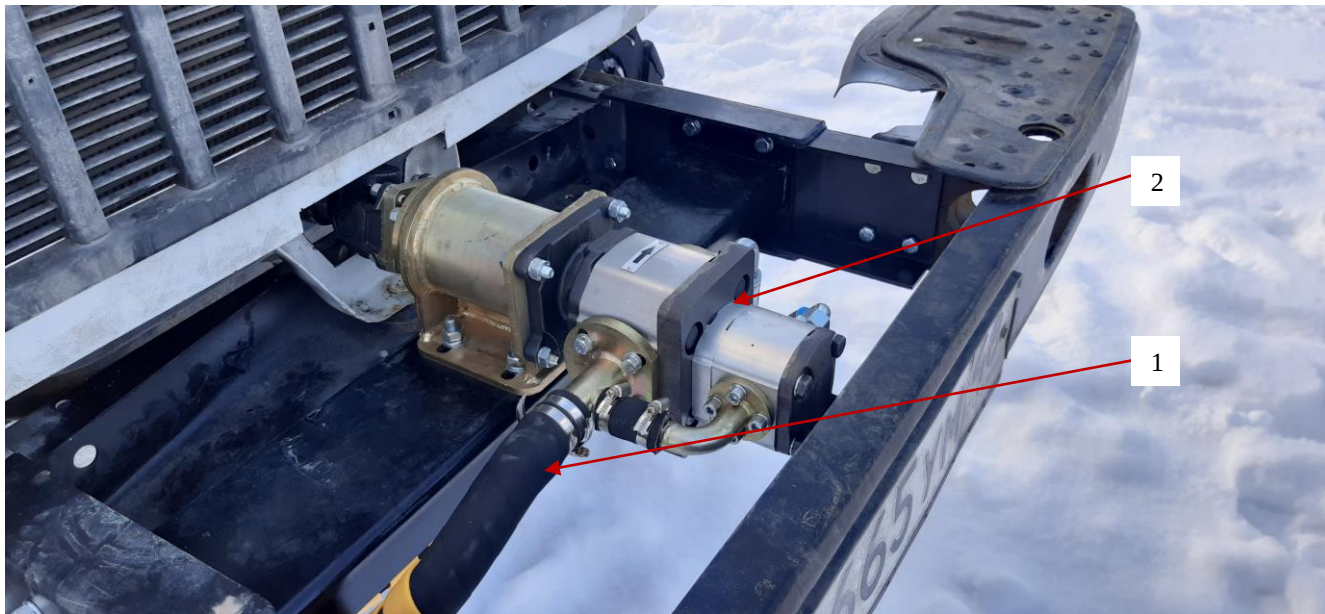

Рисунок 6. Подсоединение шлангов к насосу НШ
4.4.2 Соедините входной фитинг тандема насосов НШ с шаровым краном Ду32 поз.1 (расположен под гидробаком) дюритовым шлангом Ду32 поз.2 (поставляется в комплекте с опрыскивателем) (рис.6). Для предотвращения смятия внутри шланга должна быть установлена металлическая спираль. Зафиксируйте концы шланга червячными хомутами соответствующего диаметра.